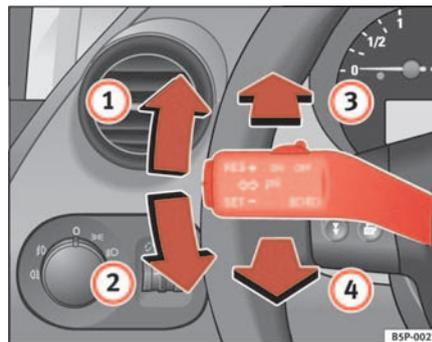

Fig. 78 Palanca de intermitentes y de luz de carretera
- Desplace la palanca hacia arriba hasta el tope ⇒ **página 119, fig. 78** **1** para encender el intermitente **derecho** o bien hacia abajo **2**, para encender el intermitente **izquierdo**.
- Desplace la palanca hacia adelante ⇒ **página 119, fig. 78** **3** para encender la luz de carretera.